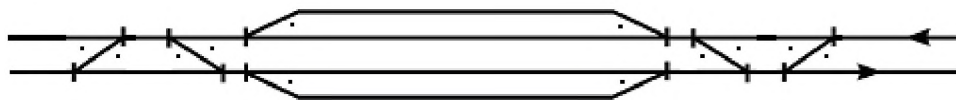

Рис. 9.2 Обгонный пункт
**обгонные пункты** - раздельные пункты на двухпутных линиях, имеющие путевое развитие, которое допускает обгон поездов и в необходимых случаях перевод поезда с одного главного пути на другой, т.е. отправление поезда по неправильному пути (рис. 9.2);